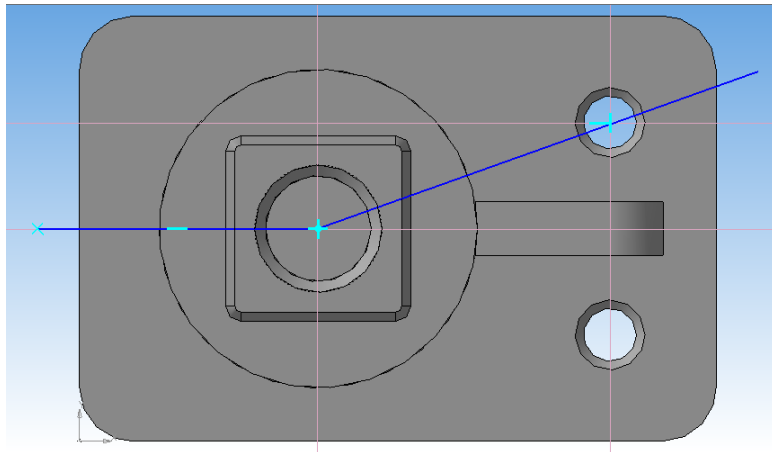

Рисунок 45.
29. С помощью вспомогательных прямых определите центры окружностей. Через центры окружностей проведите два отрезка (рисунок 45).